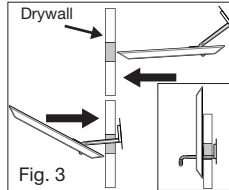

Fig. 3
11. Once the bar is completely inside the wall, pull outward/back on the flange and ensure the bar tilts upward behind the wall and straightens upright. The bar should be resting on the back side of the wall and pointing upward with the longest side at the top. (Fig. 3)
11. Une fois la barre complètement insérée dans le mur, tirez la collerette vers l'extérieur/l'arrière et assurez-vous que la barre se redresse puis se stabilise à la verticale derrière le mur. La barre doit s'appuyer à l'arrière du mur en pointant vers le haut, sa partie la plus longue au sommet. (Fig. 3)